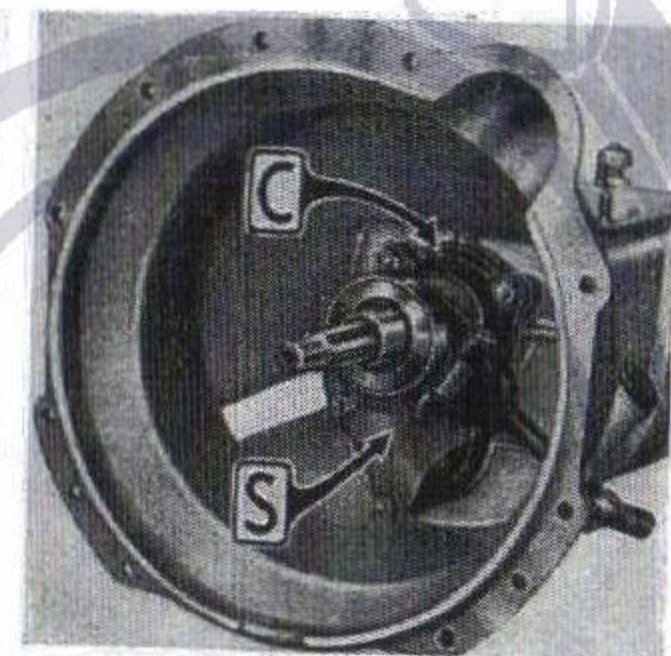

Fig. 61.
le support (S, fig. 61) de la fourche de commande de débrayage.
- Retirer le couvercle AV (C, fig. 61).